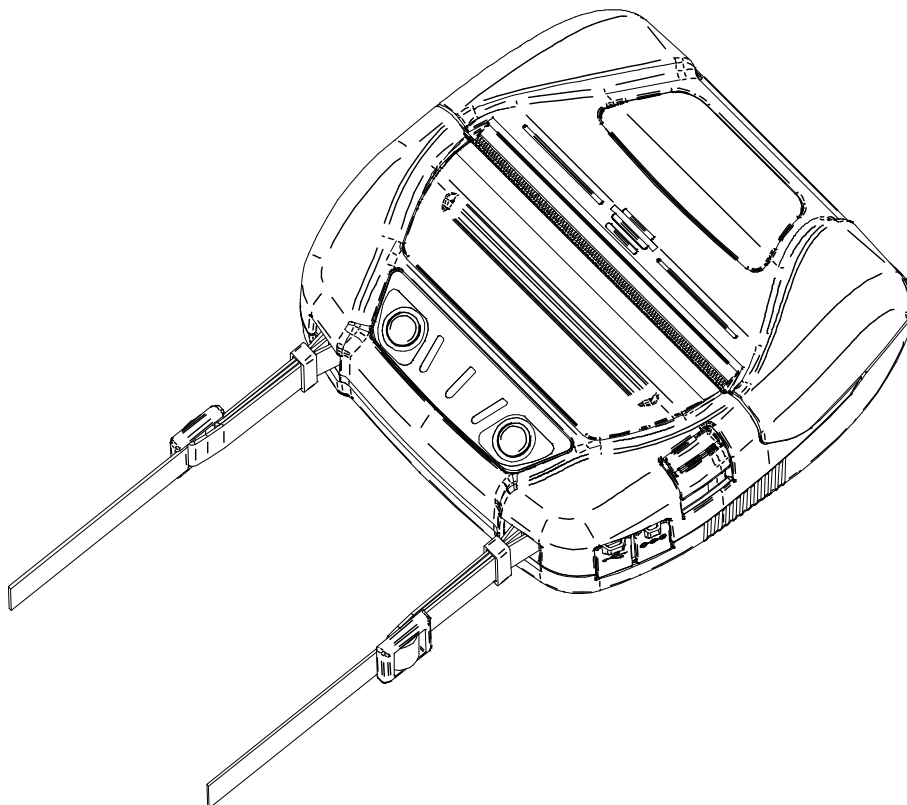

Figura 14-8 Colocación de la correa de hombro (5)
- (5) Tal como se muestra en la Figura 14-8, coloque la otra parte de la correa de hombro siguiendo los mismos procedimientos descritos en los puntos del (1) al (4). Apriete las partes flojas de la parte reguladora y ajuste la longitud de la correa de hombro.